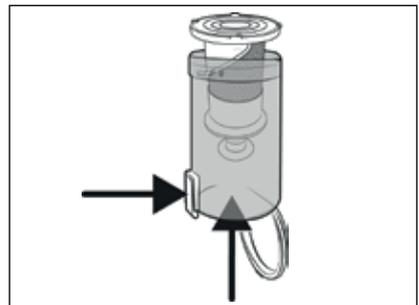

Fig. 18
- 3) Retirez le filtre en acier inoxydable 6 du bac à poussière 7, en appuyant sur la touche de déverrouillage du couvercle du bac à poussière 8. Glissez alors le filtre en acier inoxydable 6 hors du bac à poussière 7, par le bas (voir fig. 18).